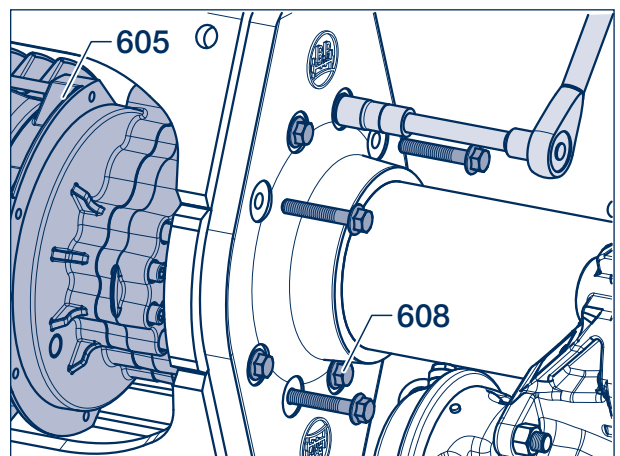

Figure 15
- [31] Monter les nouvelles vis de sûreté (608, taille 16) et les serrer dans le bon ordre (voir figure 15) au couple de serrage prescrit de **103 Nm** (94 - 112 Nm).